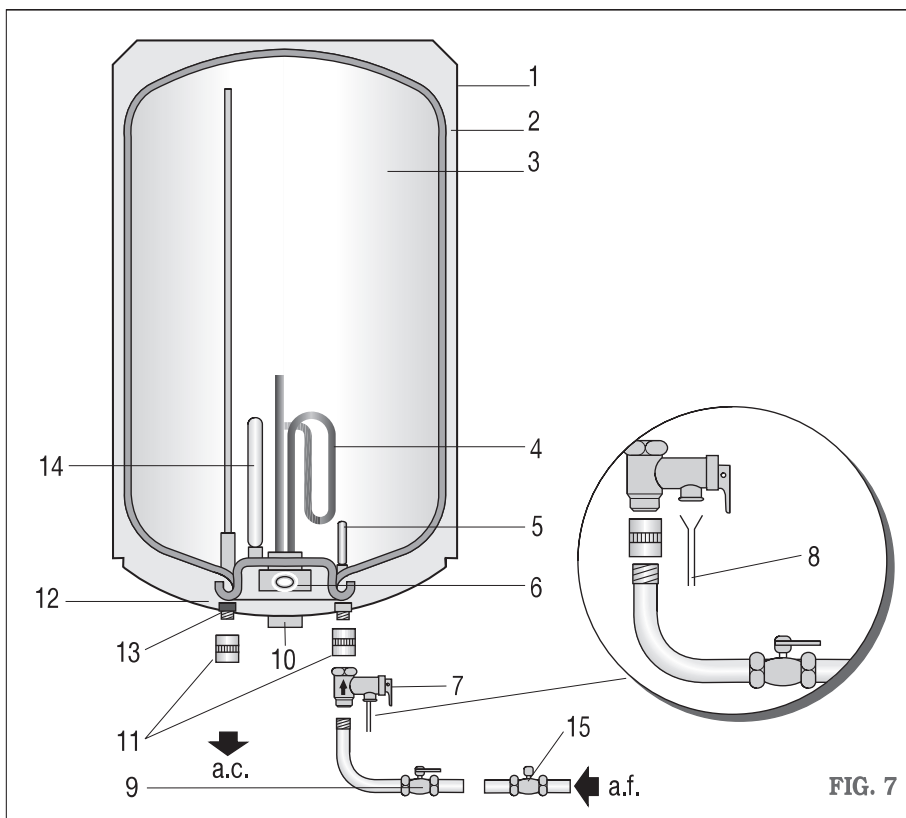

FIG. 7
Os Aquecedores TS deverão ser sempre instalados em posição vertical, com as ligações de água para baixo (ver fig. 7) pag. 15.
Para facilitar a revisão e a limpeza interna, quando esta se realize, o aparelho deve manter um espaço livre de pelo menos 25 cm entre a tampa protectora (pos. 12 na fig. 7, pag. 15) do aquecedor e qualquer outro obstáculo fixo.
É importante ligar a válvula de segurança a um tubo sifonado (fig. 7, pag. 15); este tubo deve estar virado para fora (2) e inclinado para baixo.
5.1. Instalación vertical / Instalação vertical (fig 7).